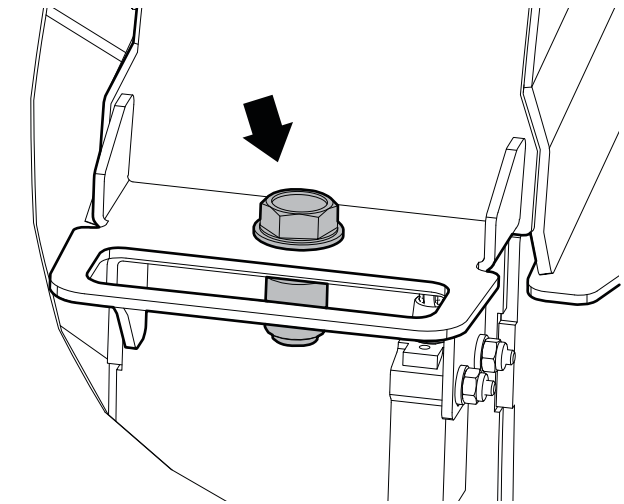

Fig. 24 – Attache du boîtier supérieur du rotor
2. Retirez la fixation du boîtier supérieur du rotor, puis ouvrez celui-ci. Voir Fig. 24.
9. Installez l'attache du boîtier supérieur du rotor. Voir Fig. 24.
2. Enlevez l'attache du boîtier supérieur du rotor. Consultez la Fig. 24 à la page 39.
5. Installez l'attache du boîtier supérieur du rotor. Consultez la Fig. 24 à la page 39.